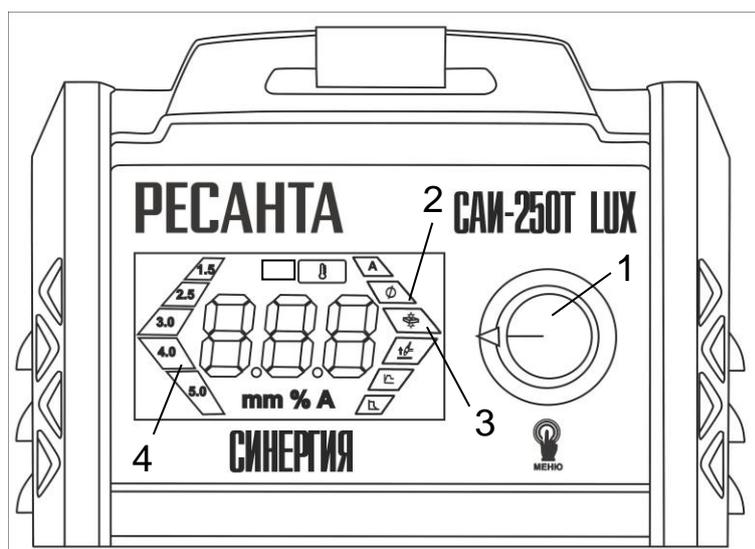

Рис.3 Управления режимами/функциями в синергетическом режиме
1.Переключение аппарата в Синергетический режим осуществляется путем длительного нажатия на регулятор 1 (рис.3). При каждом нажатии осуществляется переключение между функциями:
2.Выбор электрода осуществляется путем вращения регулятора 1(рис.3). При этом на дисплее указывается ток, подходящий для выбранного электрода.
3.Установка величины толщины металла 3(рис.3) осуществляется вращением регулятора 1(рис.3) для более точной подстройки параметров. После фиксации толщины металла на дисплее отобразится диаметр электрода и величина тока.
В Синергетическом режиме функции Горячий старт 5(рис.3) и Форсаж дуги 6(рис 3) работают автоматически.
Переключение сварочного аппарата из Синергетического режима в режим Ручного управления необходимо осуществить длительное нажатие на регулятор 1(рис.3).
- При завершении шва отведите электрод немного назад, чтобы заполнилась сварочная ванна, а затем переместите электрод на верхний край сварочной ванны (Рис 8 (1-2 рис.3)) и быстро отведите от кратера (Рис 8 (3 рис.3)).